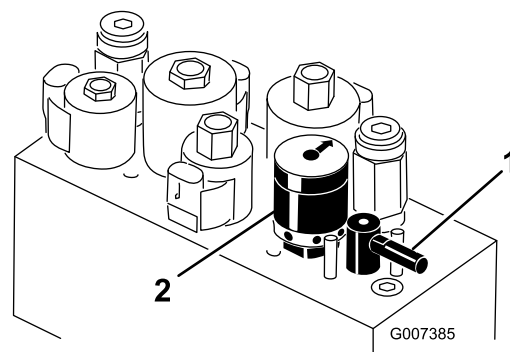

Figure 58
5. Tournez le levier de rodage à la position « R » (Figure 58).
6. Tournez la commande de vitesse des cylindres à la position 1 (Figure 58).